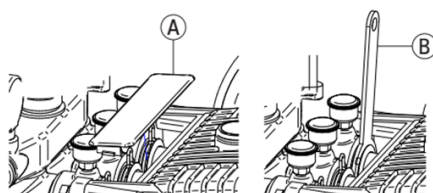

FIGURA 07. Reparar gaxetas
1. Retirar a tampa de proteção conforme (figura 07 A).
2. Com a chave de aperto adequada (acompanha no kit) faça conforme (figura 07 B) aperte o regulador da gaxeta, girando $\frac{1}{4}$ de volta por vez, até que o vazamento seja eliminado.
4. Coloque a tampa de proteção no lugar conforme (figura 07 A).